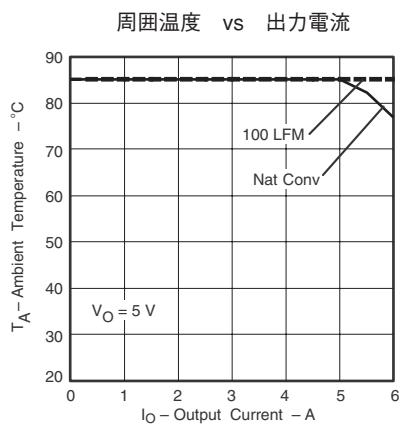
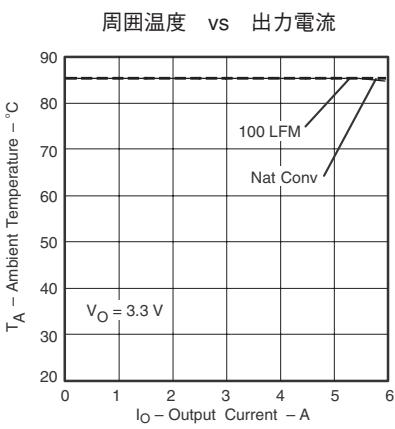

図 4
図 5
- (2) 温度ディレーティング曲線は、内部コンポーネントの温度がメーカーの指定した最高動作温度以下になる条件を表します。温度ディレーティング曲線は、内部コンポーネントがメーカーの最大温度以下で動作する条件を表します。このディレーティング制限は、2オンス(56.69グラム)の銅を使用した、 $100\text{mm} \times 100\text{mm}$ の両面基板に直接半田付けされたモジュールに対して適用します。図4および図5に対して適用されます。